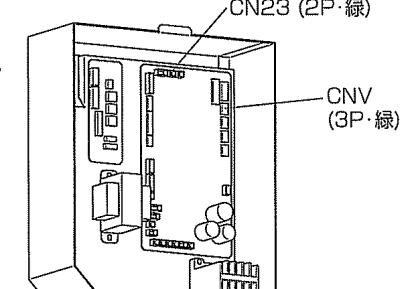

図5 基板
5.ベーンモーター用コネクター(3P・緑)を制御基板のCNVに、リミットスイッチ用コネクター(2P・緑)を制御基板のCN23にそれぞれ差込んでください。(図5)